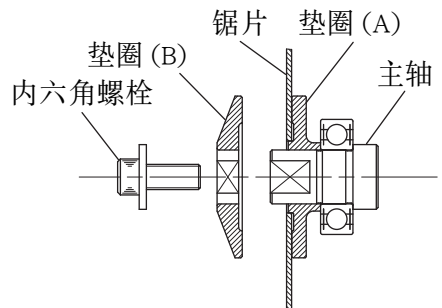

图 9
- (1) 将主轴、螺栓以及垫圈周围聚集的切屑完全清除干净。
- (2) 如图 9 所示，带凸起中心的垫圈 (A) 侧，其直径和锯片的内径相同，而垫圈 (B) 的凹入侧必须和锯片侧一致。
* 2 种锯片附带了垫圈 (A)，其孔的直径分别为 20 mm 和 30 mm。